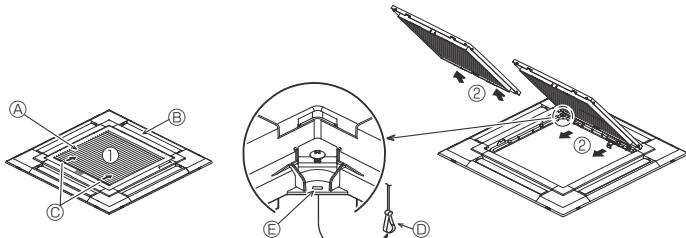
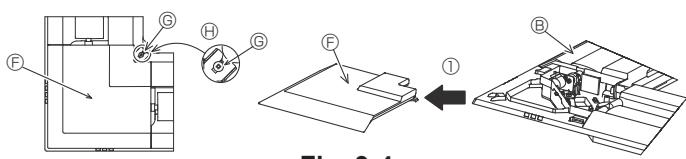

Fig. 9-3
Fig. 9-4
9.2.1. Fjerne innsugningsgitteret (Fig. 9-3)
- Skyv spaken i retningen som pil ① viser, for å åpne innsugningsgitteret.
- Med innsugningsgitteret i "åpen" stilling fjerner du hengslene til innsugningsgitteret som vist med pil ②.
9.2.2. Fjerne hjørnepanelet (Fig. 9-4)
- Løsne de 4 skruene i hjørnet. Skyv hjørnepanelet i retningen som pil ① viser på figuren, og fjern hjørnepanelet.
[Fig. 9-3] [Fig. 9-4]